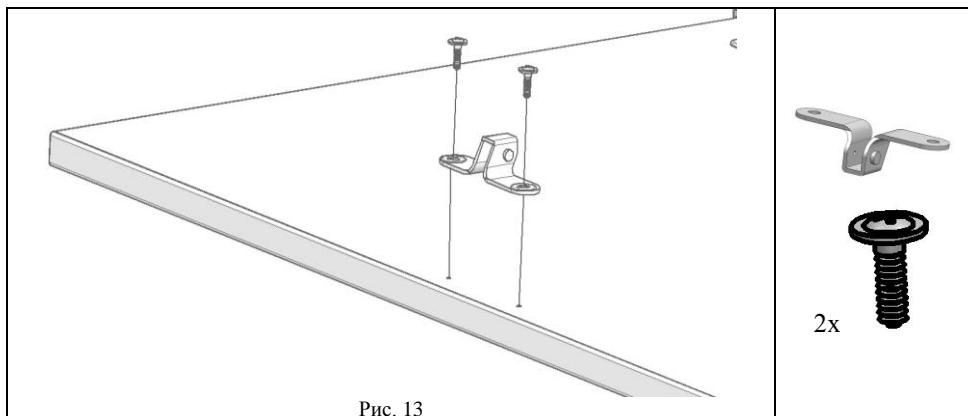

Рис. 13
5.5.2 К сборке по п. 5.5.5 прикрутить с помощью саморезов с прессшайбой (поз. 2, пакет № 157а) кронштейн верхний (поз. 3, пакет №9а). См. рис. 13, 13а.
Рис. 13а